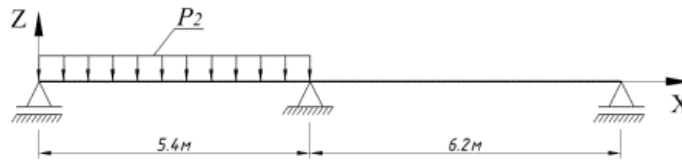

Рисунок 13 - Схема загрузки 3
- Загружение 3 - равномерно распределенная в первом пролете  $P_2 = 0,87$  т/м (рисунок 13).